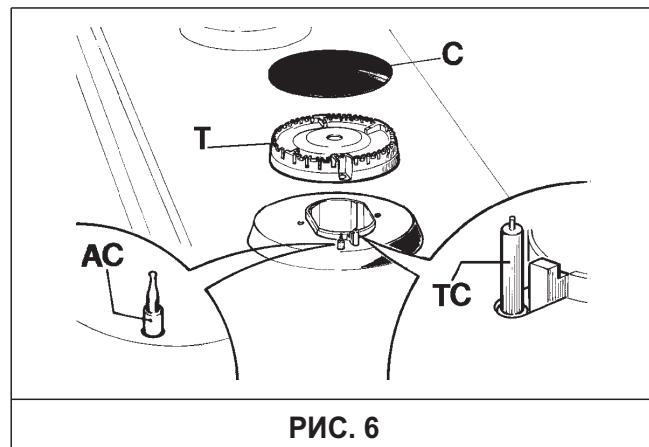

РИС. 6
Если Вы хотите, чтобы поверхность плиты всегда блестела, а все остальные детали всегда были в хорошем состоянии (решетки, эмалированные крышки конфорок "С" рассекатели конфорок "Т" - см. (рис. 6), очень важно мыть их губкой после каждого использования, используя теплую воду с мылом. Затем их следует вымыть чистой водой и вытереть насухо.
- проверьте, чтобы отверстия рассекателей „Т“ не были засорены (рис. 6).
- Проверьте, чтобы крышки конфорок „С“ (рис. 6) были правильно установлены на своих местах. Правильно установленная крышка фиксируется на своем месте и не сдвигается.